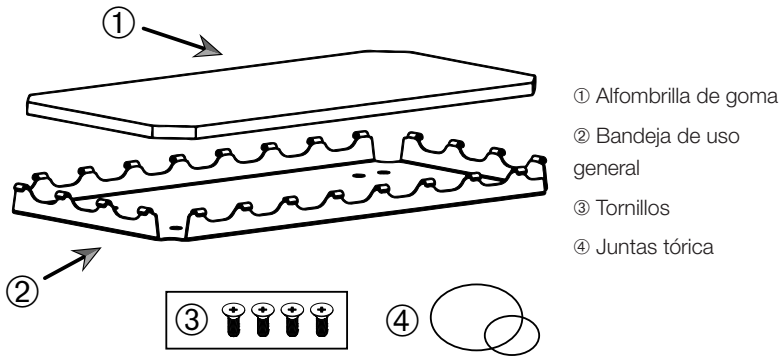

Figura 98: Conjunto de la bandeja de uso general
1. Coloque la bandeja de uso general ② en la plataforma.
3. Fije la bandeja de uso general ② con los tornillos ③ suministrados con la bandeja.
4. Coloque la alfombrilla de goma ① en la bandeja ②.
5. Coloque botellas en la bandeja y asegúrelas con las juntas tóricas ④, como en la Figura 98.